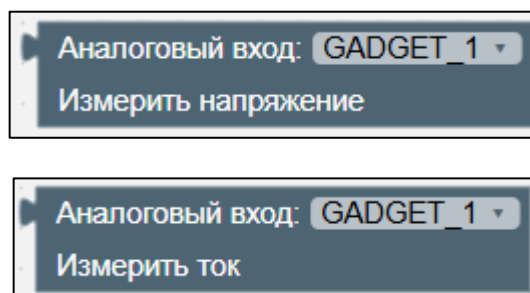

Рисунок II-42 – Блоки измерений
2) Блоки измерений (см. Рисунок II-42):